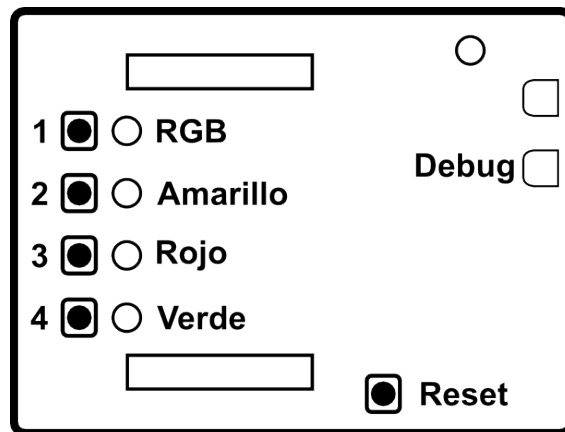

Figura 8: Distribución de leds y teclas consideradas en el enunciado del juego de Cara o Cruz.
- Existen diferentes modelos de EDU-CIAA NXP en cuales se ha dado diferente orden a los colores de los leds. En el enunciado anterior se ha considerado que se tiene la disposición de la figura 8. Por esto, considere verificar la distribución de los colores de los leds en la placa que utilice.